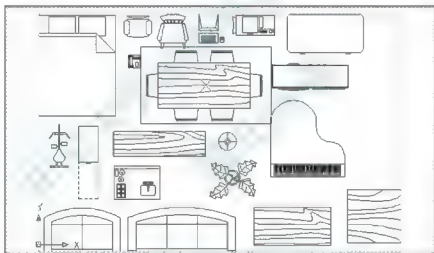

图 1.16 将视图控制框放到“餐桌”位置
(3) 调整视图控制框的大小后, 将其放到将要观察的区域 (见图 1.16, 将视图控制框放到“餐桌”位置), 按 Enter 键, 则视图控制框所框定的区域占满整个屏幕。